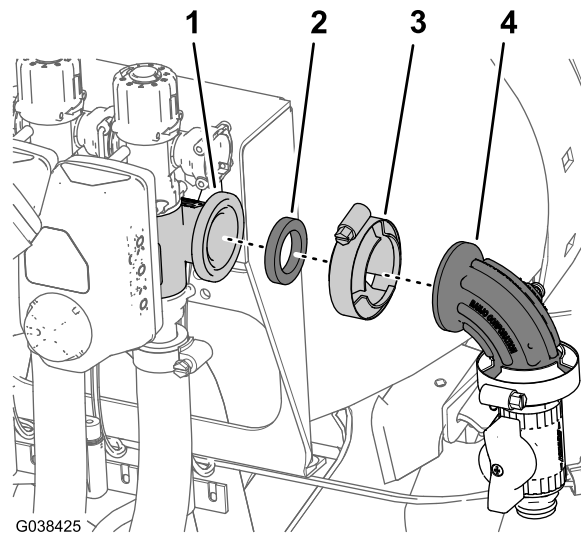

Рисунок 89
- Подсоедините фланец прямоугольного колена (с отверстием нагнетания) к фланцу клапана правой секции стрелы при помощи прокладки и фланцевого хомута, снятого при выполнении пункта 1, как показано на Рисунок 89.